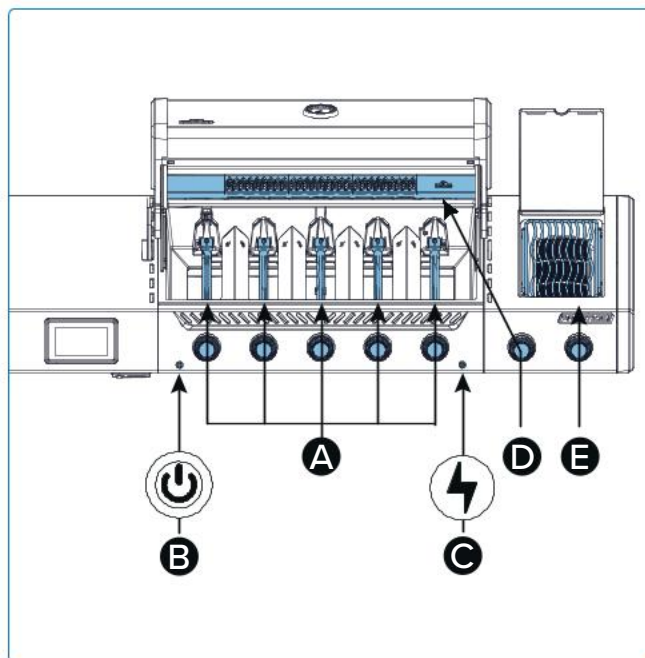

Abb. 6
5. Wenn der Brenner nicht zündet – drehen Sie den Brennerregler im Uhrzeigersinn in die AUS-Position. Warten Sie 5 Minuten. Wiederholen Sie Schritt 3 und 4. (**Abb. 6**).